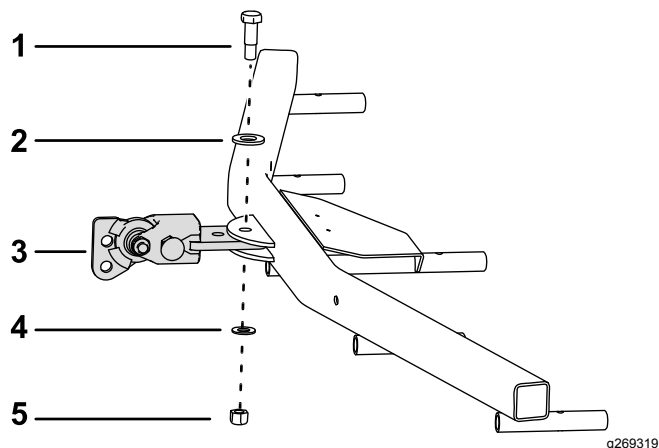

Рисунок 7
1. Установите шаровое сцепное устройство в сборе на пружинные грабли, как показано на Рисунок 7.